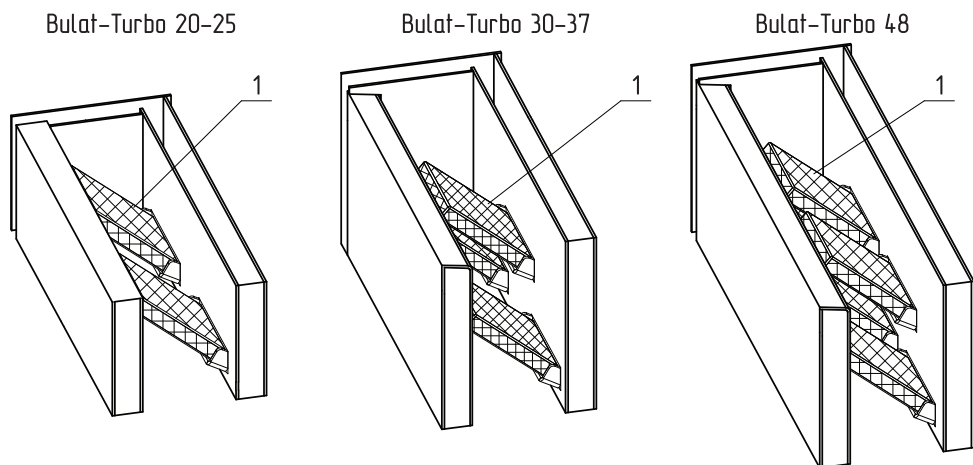

Рис.10 Схема установки шамотных кирпичей
- Установите шамотные кирпичи (**Рис.10**) так, чтобы бы один край кирпича лежал на скобе, а второй опирался на противоположную стенку котла;